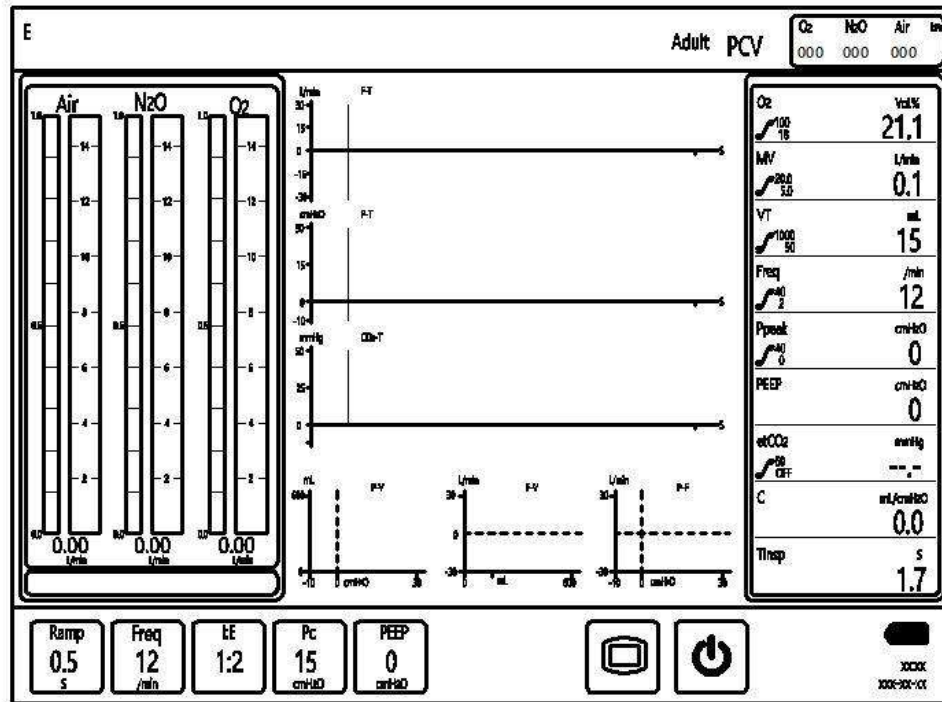

Fig. 28 Superficie del modo PCV
- Toque el botón Confirmar para ingresar al modo de superficie PCV o gire la perilla (elemento 4 en la fig. 5) hasta el botón Confirmar y presione la perilla (elemento 4 en la fig. 5) para ingresar al modo de superficie PCV, consulte la fig. 28.